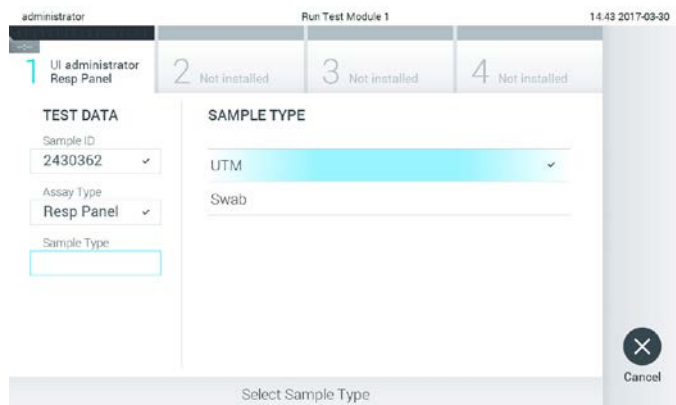

Figura 25. Selección del tipo de muestra.
4. Si es necesario, seleccione el tipo de muestra adecuado de la lista (figura 25).